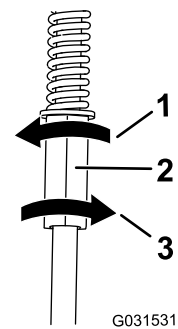

Figure 58
4. Tournez ensuite la tige de commande d'un quart de tour à la fois jusqu'à ce que la machine avance en ligne droite (Figure 58).